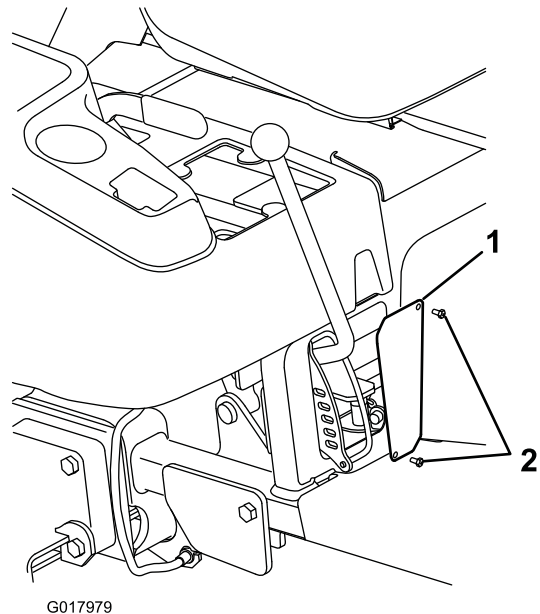

図 9
1. 新しいスクリーンパネルを、フレームの開口部の裏側に取り付ける；平頭ねじ（#10 x 1/2 インチ）2本を使用する（図 9）。